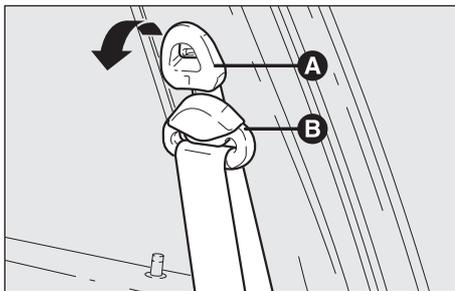
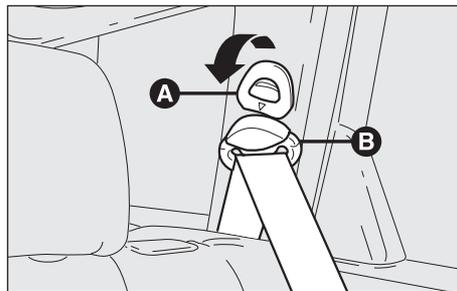

fig. 46
fig. 47
Per compiere la regolazione agire sull'impugnatura (A-fig. 46) (cinture anteriori) oppure (A-fig. 47) (cinture posteriori laterali, solo versioni Sportwagon) come indicato dalla freccia ed alzare od abbassare l'anello oscillante (B) nella più idonea delle posizioni consentite. Terminata la regolazione rilasciare l'impugnatura (A).
Dopo la regolazione, verificare sempre che il cursore a cui è fissato l'anello (B) sia bloccato in una delle posizioni predisposte. Esercitare pertanto, con impugnatura (A-fig. 46) oppure (A-fig. 47) rilasciata, un'ulteriore spinta verso il basso per consentire lo scatto del dispositivo di ancoraggio qualora il rilascio non fosse avvenuto in corrispondenza di una delle posizioni stabilite.